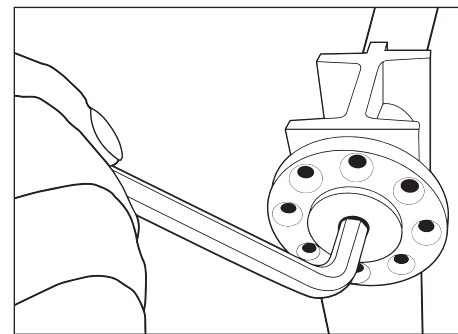

IMAGEN 7
2. Ajuste ambas placas de ajuste por 1 o 2 orificios (Imagen 7). NOTA: El paso de cada tornillo de levantamiento es de 125mm. El ajuste en ambas placas debe ser el mismo.